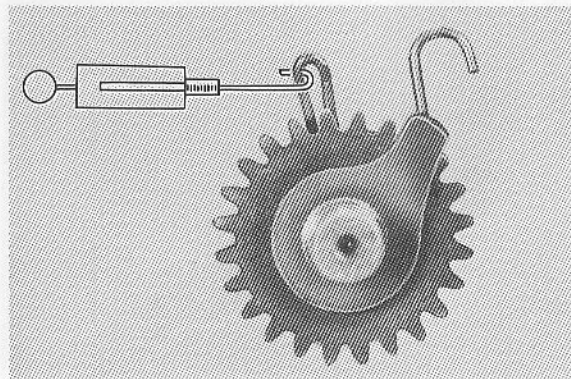

Fig. 3-3-29
- The kick gear clip is built in the ratchet wheel. The force of the clip is measured by a spring balance placed as illustrated. (Fig. 3-3-29)
- Le circlip de pignon de démarrage est incorporé dans le cliquet à la roue. La force du circlip est mesurée par un dynamomètre placé comme il est illustré. (Fig. 3-3-29)